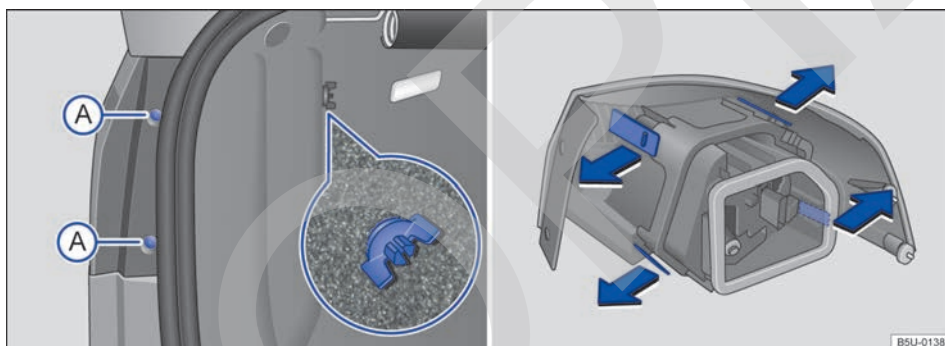

Fig. 173 En la carrocería remover la linterna trasera y el soporte de las lámparas.
3. Remover los tornillos de fijación → fig. 173 .
4. Soltar el tornillo mariposa → fig. 173 (lupa) y retirarlo, sosteniendo, al mismo tiempo, la linterna trasera.
8. Para desbloquear el soporte de las lámparas, presionar cada lengüeta de bloqueo en el sentido de las flechas → fig. 173.